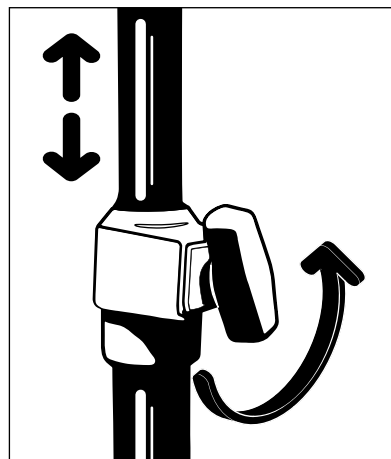

Figura 24 – Ajuste de la percha i.v.
1. Gire el mando telescópico en sentido antihorario para desbloquear la percha i.v. (Figura 24).
4. Gire el mando telescópico en sentido horario para bloquear la percha i.v. (Figura 24).